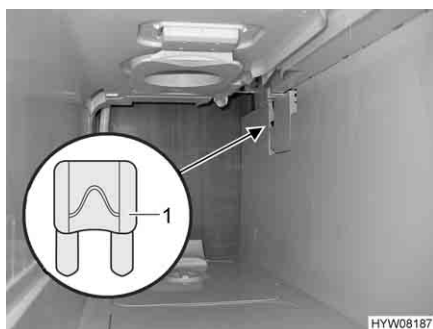

Fig. 112 Fusibile della toilette Thetford
- Sostituire il fusibile (Fig. 112,1).